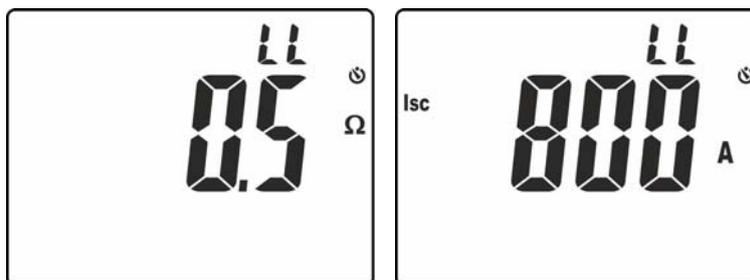

Fig. 28: Resultados de la medida de impedancia Bucle L-L
12. En la pantalla de Fig. 28 – parte izquierda está presente el valor de la impedancia de Bucle L-L. Pulse las teclas  $\blacktriangledown/\text{⚡}$  o  $\blacktriangle$  para visualizar el valor de la presunta corriente de cortocircuito **Isc** (ver § 9.3)